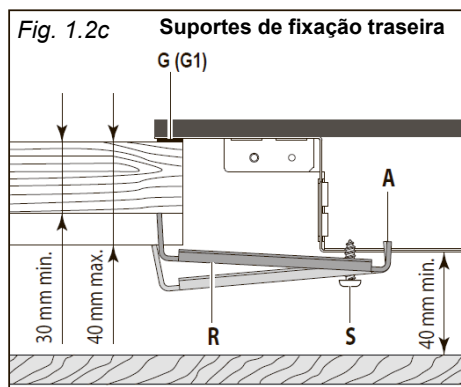

Fig. 1.2c
- Fixar os suportes "F" e "R" nos orifícios apropriados, sem apertar ainda os parafusos "S". Certifique-se de que as abas estão montadas corretamente como mostrado (fig. 1.2c, 1.2d). Virar as abas para que a placa possa ser colocada no orifício.
- Colocar os suportes "F" e "R" no lugar; o dente "A" dos suportes deve ir para o orifício (fig. 1.2c, 1.2d).